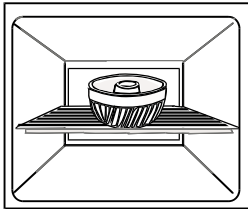

Рисунок 15
- ставить формы для выпекания и форму для запеканки, а также посуду для жаркого по центру духового шкафа (Рисунок 15 и 16),